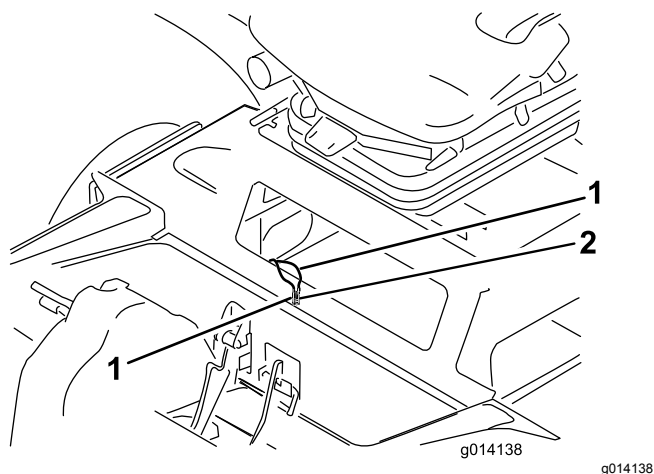

图 62
3. 找到隔室内部的 2 个带帽平衡压力跳接线 (图 62)。